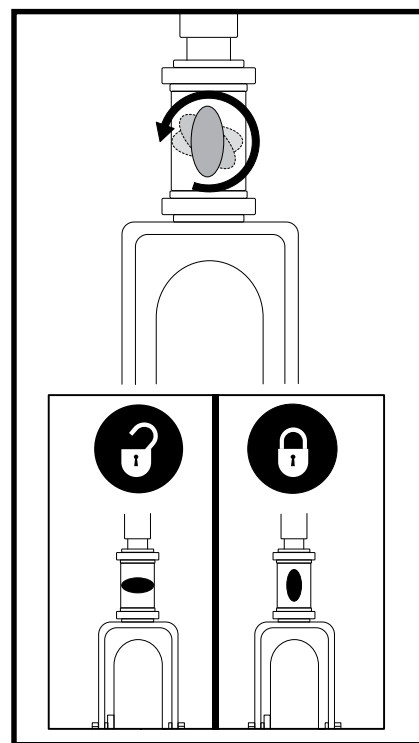

Figura 28. Manopola di blocco del manubrio (esclusivamente per il modello 104)
1. Estrarre la chiave dall'apposito interruttore. *Per il modello 104*, bloccare il manubrio in posizione dritta in avanti spingendo la manopola di blocco del manubrio e ruotandola in senso orario di 90°. **Vedere figura 28.** La ruota anteriore deve essere rivolta in avanti per bloccare il manubrio.